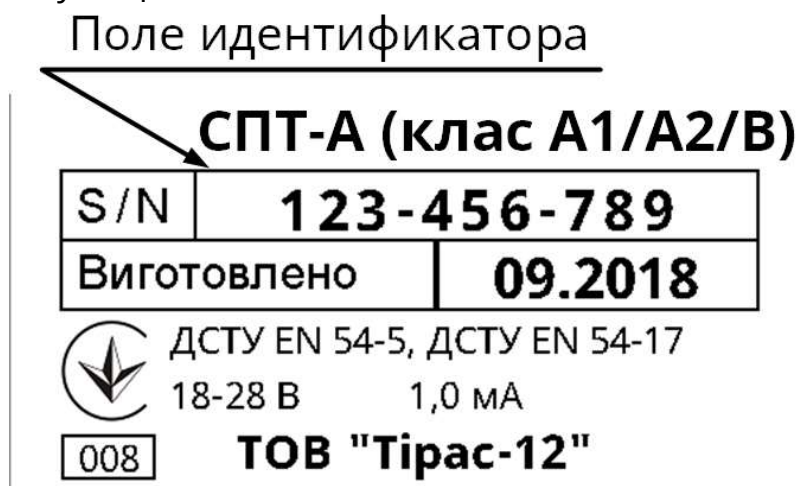

Рисунок 3 – Фирменная этикетка извещателя
5.5 Регистрация (приписка) извещателя в СПСА возможна в автоматическом или ручном режиме. При автоматическом поиске СПСА формирует список из всех смонтированных компонентов, после чего, используя усиленную индикацию, их необходимо распределить в зоны. При ручной приписке используется идентификатор (серийный номер) извещателя, записанного на фирменной этикетке извещателя (рисунок 3). Для ручной приписки необходимо выбрать зону и задать идентификаторы извещателей, которые физически смонтированы в данной зоне. СПСА выполнит поиск по указанным идентификаторам. Детально процедура регистрации описывается в руководстве по эксплуатации ААЗЧ.425521.007 РЭ АМР/АПР.